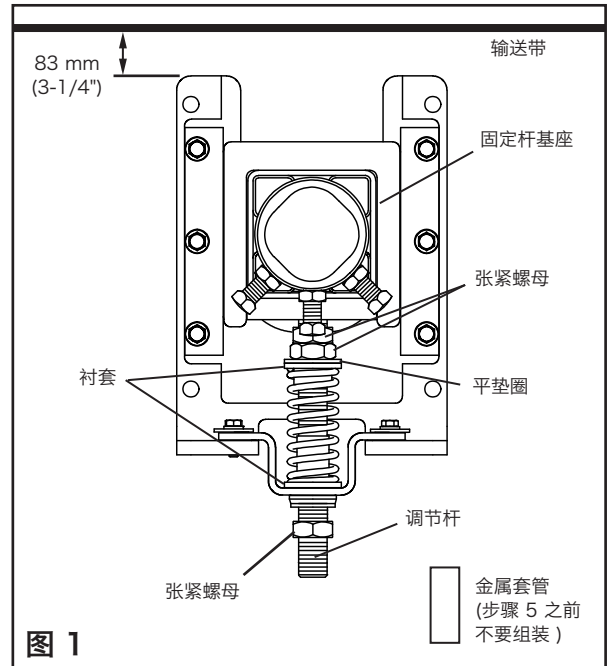

图 1
1. 将标准上拉张紧装置重新配置为上推方式。移除 3 个张紧螺母、平垫圈、2 个衬套、弹簧、套管和基架，然后重新组装 (图 1)，将 2 个张紧螺母、平垫圈、2 个衬套、弹簧和基架安装于调节杆的上端。将第 3 个张紧螺母安装在调节杆底部，该螺母将锁定金属套管。
2. 安装张紧装置安装基座。将基座安装到机架或卸料槽上，使基座支脚的顶部位于输送带下方 83mm (3-1/4") 处 (图 1)。